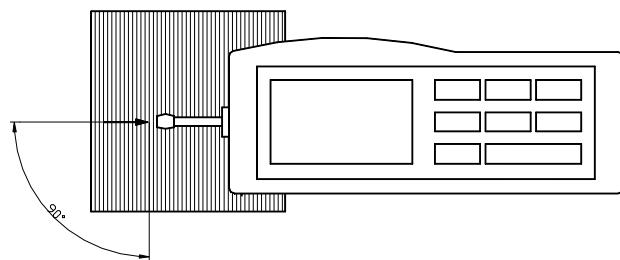

图 2-3 选取功能选择
- d. 参照图 2-3，传感器的滑行轨迹必须垂直于工件被测表面的加工纹理方向。